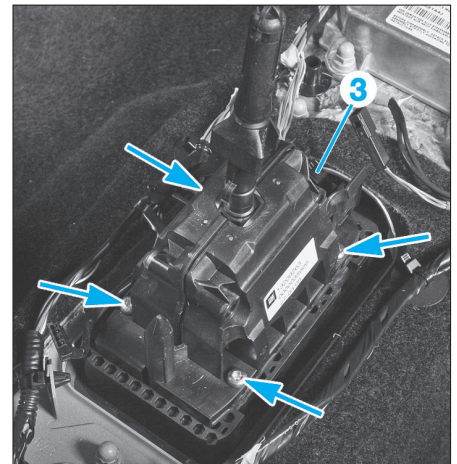

Fig. 24
- Débrancher le connecteur (3) sur le boîtier sélecteur de vitesses (Fig.24).